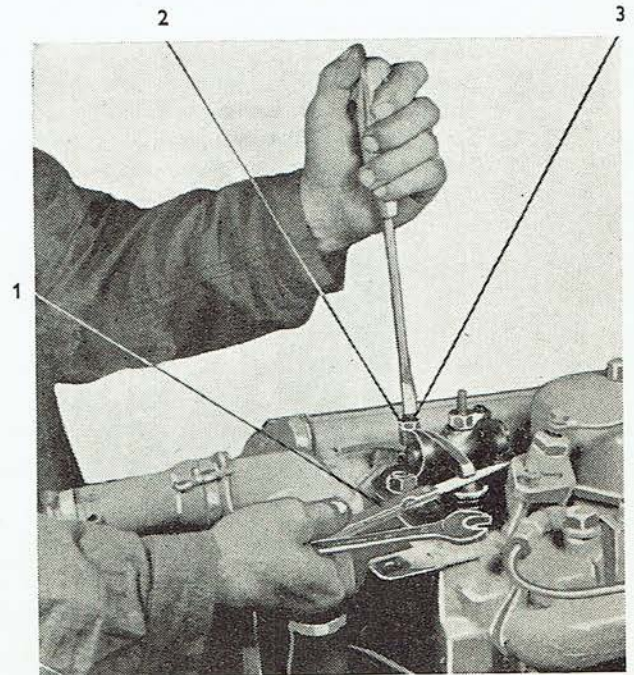

Abb. 48
2. Mit Hilfe einer Spaltlehre (Abb. 48/1) ist das Spiel zwischen den aufsitzenden Kipphebelbolzen und den Aufsitzflächen der Ventilschäfte zu überprüfen.
3. Ist das Spiel nicht richtig, ist die Mutter (Abb. 48/2) der Einstellschraube (Abb. 48/3) zu lockern